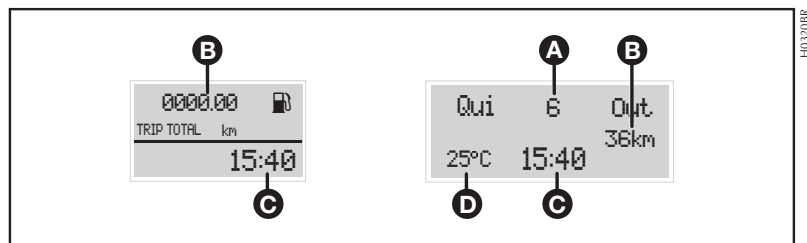

fig. 53
- Hodômetro total/parcial (**B**–fig. 53)
- Relógio (**C**–fig. 53)
- Temperatura externa (**D**–fig. 53)
- Data (**A**–fig. 53)